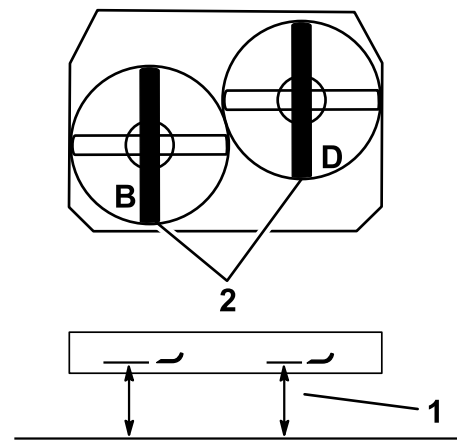

Bild 81
2. Messen Sie das linke Messer an der Stelle **B** von einer ebenen Oberfläche bis zur Schnittkante der Messerspitze und notieren Sie den Wert (Bild 81).
3. Messen Sie das rechte Messer an der Stelle **D** von einer ebenen Oberfläche bis zur Schnittkante der Messerspitze und notieren Sie den Wert (Bild 81).
Hinweis: Der Wert an der Stelle **B** darf sich höchstens 3 mm vom Wert an Stelle **D** unterscheiden (Bild 81). Sollte die Einstellung nicht richtig sein, machen Sie mit den folgenden Schritten weiter.